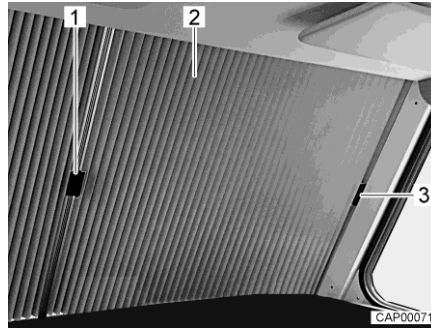

Bild 7 Plisségardin för vindrutans (stängd)
- Skjut båda halvorna av plisségardinen (Bild 7,2) respektive på handtaget (Bild 7,1) utåt under locket på A-stolpen.
- Fäst alltid handtaget i locket (Bild 7,3). Mörkläggningsgardinen för vindrutans är på så sätt säkrad mot oavsiktlig öppning under färden.